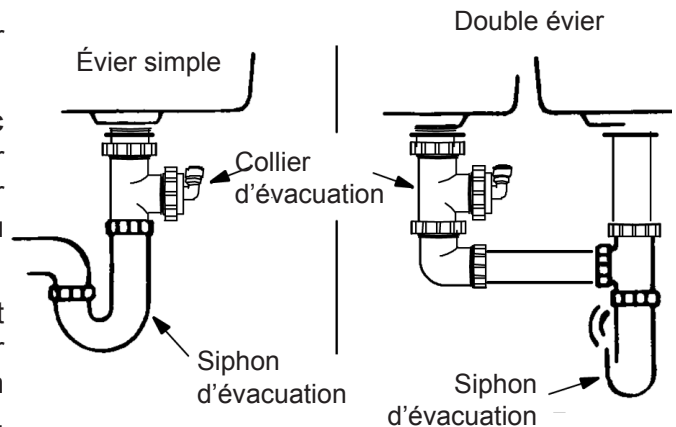
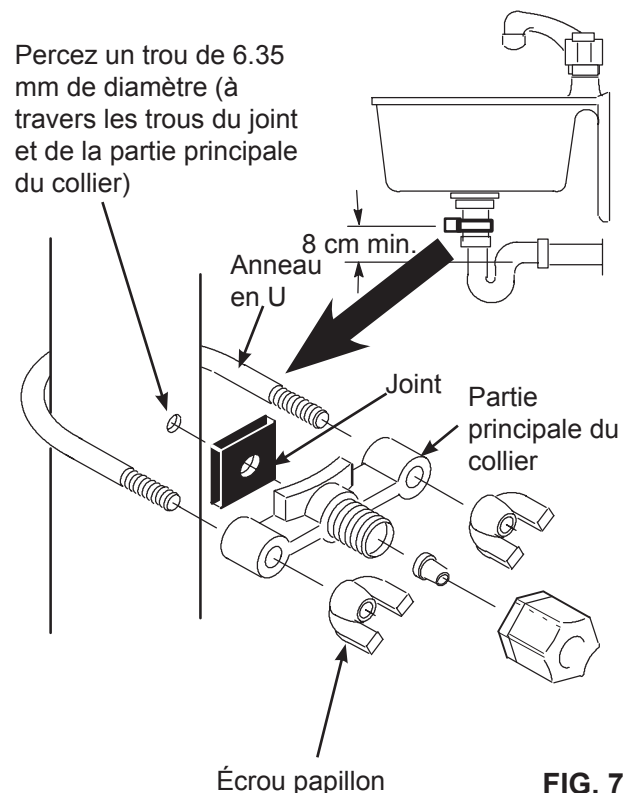

FIG. 6
FIG. 7
- **Installer le collier d'évacuation fourni avec votre appareil** (cf Fig. 6 & 7). Celui-ci est à installer dans le cas d'une installation sous évier. Le collier d'évacuation est installé sur le tuyau d'évacuation du robinet au-dessus du siphon. Cf Fig. 6.
Un collier d'évacuation est fourni dans le carton. Analysez les différents éléments du collier d'évacuation illustrés dans la Fig. 7. Le collier d'évacuation est toujours installé sur le tuyau d'évacuation, au-dessus ou en amont du siphon. Cf Fig. 6. Assurez-vous de respecter les exigences locales en matière de plomberie.
3. Vissez les 2 écrous papillons sur l'anneau en U et serrez fermement, mais ne forcez pas de manière à ne pas casser le collier ou à trop serrer le tuyau d'évacuation. Cf Fig. 7.